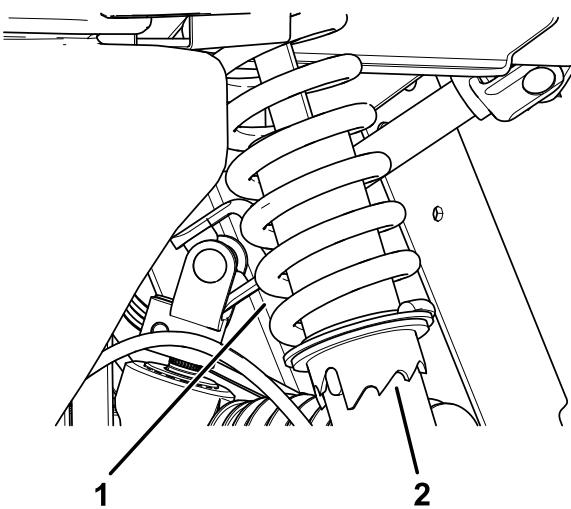

Figura 46
1. Usando la herramienta Toro número 6010, gire el collarín del amortiguador para variar la precarga del muelle (Figura 46).